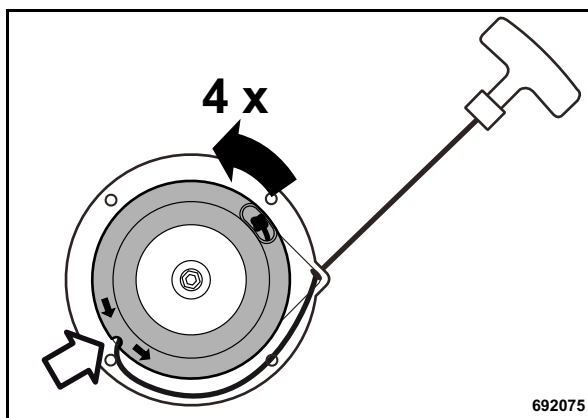

Fig. 55
- Pretensar la bobina en sentido de la flecha por aprox. 4 giros. En el proceso colocar el cable de arranque por el escote en la bobina (Fig. 55).